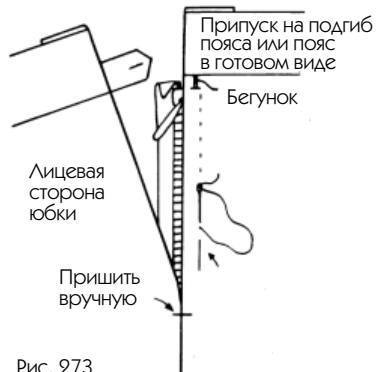

Рис. 273
2. Заколите сначала молнию в закрытом состоянии, как показано на рис. 273, располагая бегунок на 0,5 см ниже пояса, как в предыдущем примере, но в этот раз начинайте строчить с того края разреза, который изображен на рисунке справа (т. е. с левого края на изделии).
вшейте ручную молнию стежками «назад иголку» на расстоянии примерно 0,5 см от края, если молния средней длины (рис. 273).
2. Затем прикрепите молнию, как показано на рис. 273 и 274, после чего вшейте ее ручную стежками «назад иголку», при выполнении которых старайтесь точно попадать в машинную строчку.
— Пришивайте ее ручную стежками «назад иголку» на расстоянии примерно 0,5 см от краев (рис. 273).
— Второй вариант: проложите две строчки только по одной ткани, а затем вшейте молнию вручную, как объяснялось на рис. 273, скрывая стежки в машинной строчке.